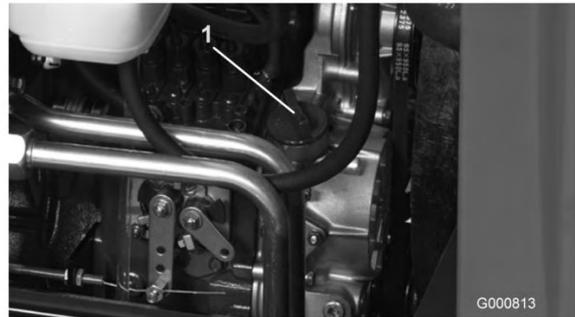

Bild 32
3. Wenn der Ölstand niedrig ist, nehmen Sie den Deckel des Einfüllstutzens (Bild 32) ab und füllen Sie Öl auf, bis der Ölstand die VOLL-Marke am Ölpeilstab erreicht. Füllen Sie nicht zu viel ein.